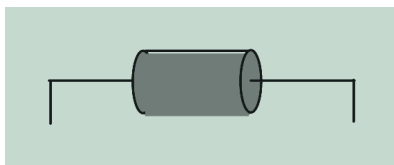

Fig. 7.6. Descargador de gas.
- Descargadores de gas (fig. 7.6):